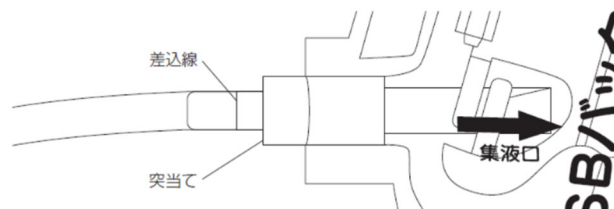

図 5
11. スーパースムーズを接続した Y コネクタ付チューブに吸引器の集液口を挿入し、チューブ端を差込線～突当ての範囲内に位置させる。（図 5）
- 2) Yコネクター付チューブに吸引器の集液口を挿入し、チューブ端を差込線〜突当ての範囲内に位置させる。（図5）